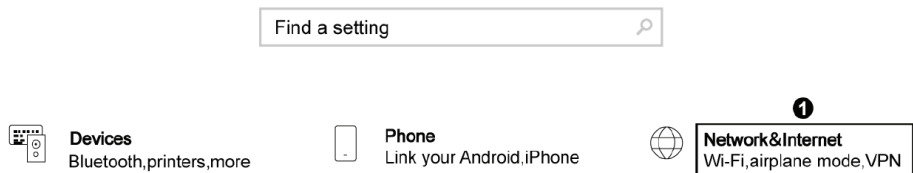

Рис. 9.1 Настройки Windows
2.левой кнопкой мыши выберите «Сеть и Интернет»; откроется окно. См. рис. 9.1 ниже.